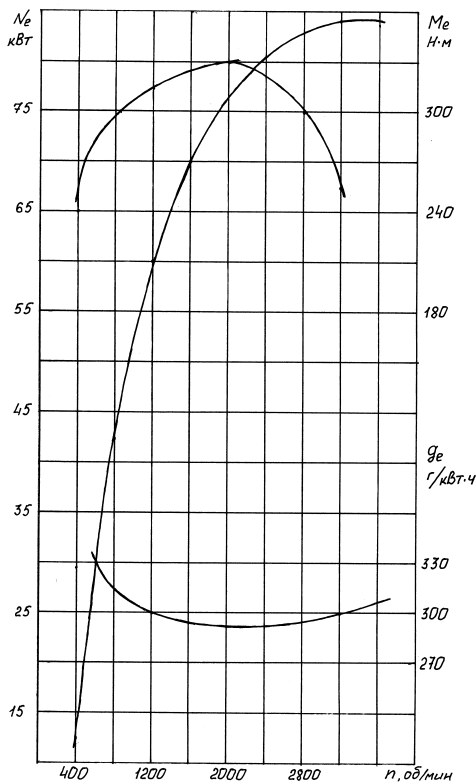

Рисунок 1. Внешняя скоростная характеристика двигателя
1. Используя внешнюю скоростную характеристику двигателя (рис.1), найти величины тяговой силы, мощности на колесах, потери мощности в трансмиссии, скорость автомобиля, если угловая скорость вращения колес 20 рад/с, передаточные числа главной передачи и коробки передач соответственно равны 6,83 и 1,71; размер шин 8,25-20. Потери мощности в трансмиссии составляют 16%.